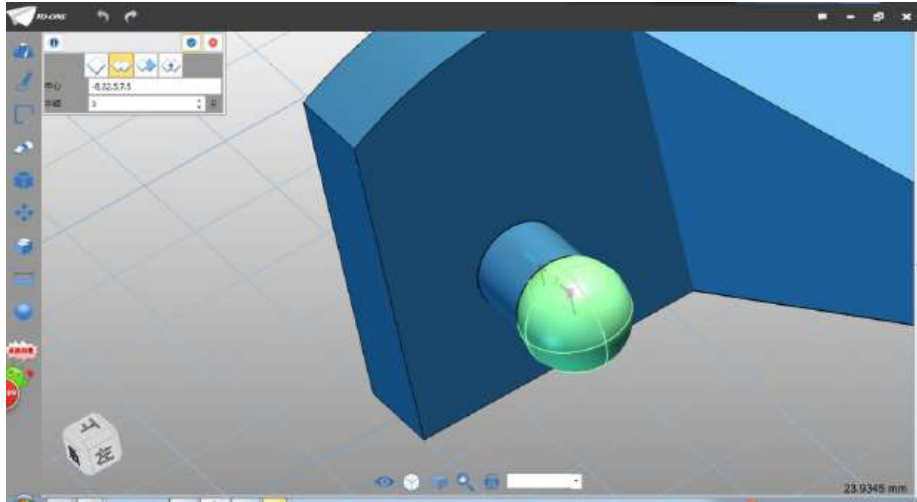

图 1-17
Step 17 点击确定,完成拉伸。选择球基体命令 , 中心点设为圆柱端面圆心, 半径设为 3, 布尔运算设为加运算, 如下图 1-17 所示: